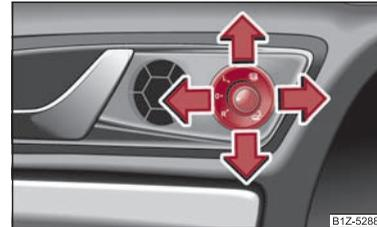

Fig. 54 Contre-porte: Bouton rotatif
- Faites tourner le bouton sur la position ☞ ⇒ fig. 54. ▶
Si le bouton rotatif est sur la position **R** ⇒ page 67, fig. 54 et que la marche arrière est enclenchée, la surface du rétroviseur bascule un peu vers le bas. Ceci afin de bien voir le bord du trottoir en se garant.
- Si les rétroviseurs extérieurs ont été rabattus au moyen du bouton rotatif ⇒ page 67, fig. 54, vous ne pouvez les ramener sur la position normale qu'au moyen du bouton rotatif.